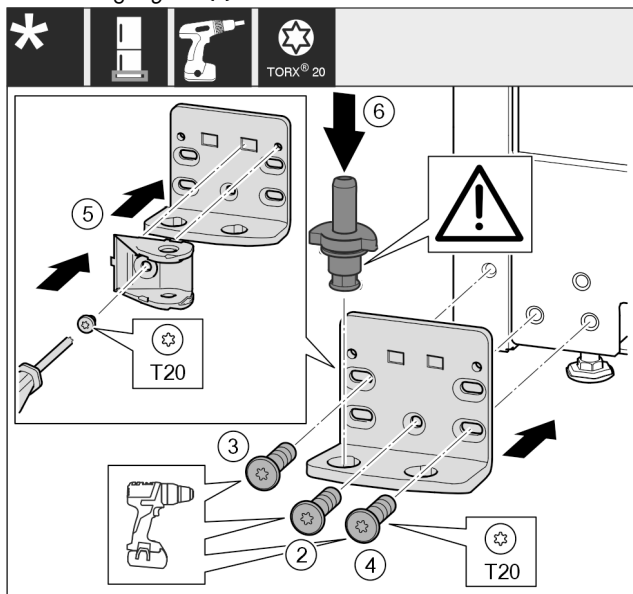

Fig. 24
- ▶ Lagerbock auf der anderen Seite ansetzen und mit Hilfe eines Schraubendrehers anschrauben. Mit der Schraube Fig. 24 (2) unten in der Mitte beginnen.
- ▶ Schraube Fig. 24 (3) und Schraube Fig. 24 (4) festschrauben.
- ▶ Schließdämpferverbindung Fig. 24 (5) um 180° drehen. Auf der anderen Seite des Lagerbocks mit Schraubendreher anschrauben.
- ▶ Lagerbolzen Fig. 24 (6) komplett einsetzen. Dabei darauf achten, dass der Rastnocken nach hinten zeigt.